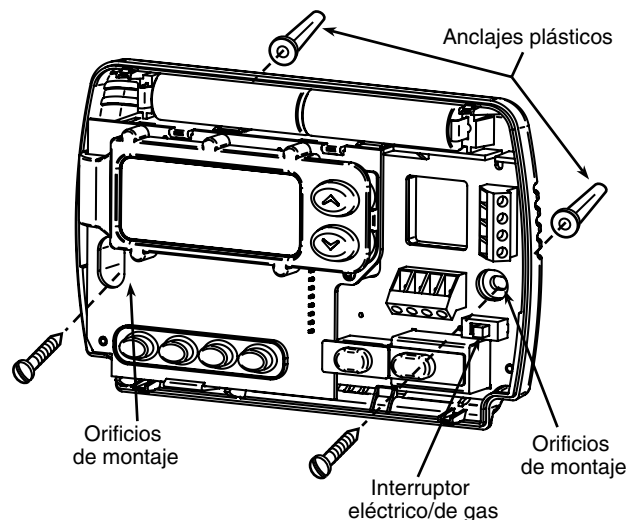

Figura 1. Base del termostato
Este termostato está configurado de fábrica para operar un sistema de aire forzado con combustible fósil (gas, aceite, etc.) de calor/frío. Está correctamente configurado para cualquier sistema que NO requiera que el termostato energice el ventilador en una llamada de calor. Si su sistema es un sistema eléctrico o de bomba de calor que REQUIERE que el termostato encienda el ventilador en una llamada de calor, ubique el **interruptor ELECTRIC/GAS** (vea la figura 1) y colóquelo en la posición **ELECTRIC**. Esto permitirá al termostato energizar el ventilador inmediatamente en una llamada de calor. Si no está seguro si el sistema de calefacción/refrigeración requiere que el termostato controle el ventilador, póngase en contacto con un servicio técnico de calefacción y aire acondicionado calificado.
5. Fije la base a la pared sin ajustarla demasiado, como muestra la figura 1, usando dos tornillos de montaje. Coloque un nivel contra la parte inferior de la base, ajústela hasta que quede bien nivelada y luego apriete los tornillos. (Esto es por razones estéticas solamente y no afectará el funcionamiento del termostato.) Si utiliza los orificios de montaje existentes, o si los orificios perforados son demasiado grandes y no le permiten ajustar bien la base, use anclajes plásticos para fijar la subbase.
Si aparece el mensaje "BATT", significa que las pilas tienen poca carga y deben cambiarse. Para obtener resultados óptimos, cambie todas las pilas por pilas alcalinas nuevas de alguna marca líder como Duracell® o Energizer®. Para cambiar las pilas, instélaslas a lo largo de la parte superior de la base (vea la figura 1). Las pilas deben instalarse con los polos positivos (+) hacia la izquierda.